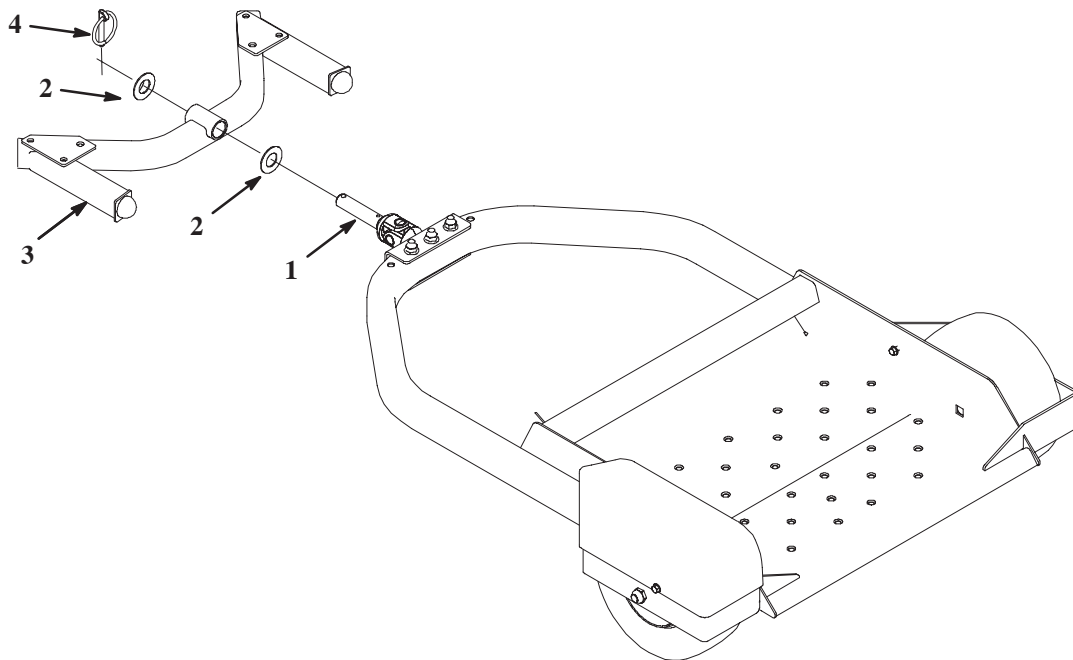

Bild 5
2. Setzen Sie eine 0,813 x 1,563 Scheibe auf den Gelenkschaft (Bild 5).
3. Setzen Sie den Gelenkschaft in die Sulky-Anbauvorrichtung und befestigen Sie sie mit einer 0,813 x 1,563 Scheibe und einem Klappstecker (Bild 5).